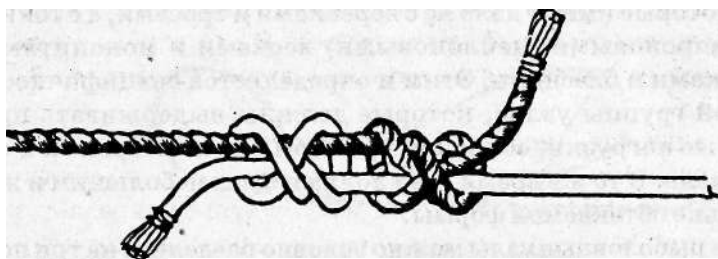

**Рис. 33.** Двойной питонов узел
*Двойной питонов узел*, изображенный на **рис. 33**, более надежен, чем обычный питонов узел. В нем перехлест концов троса накрывается не одним, а двумя (возможно 3-4) шлагами.